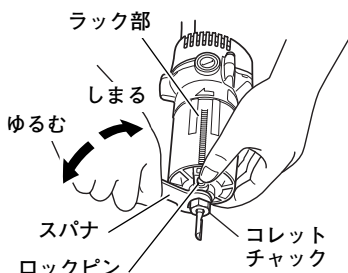

図 5
- (2) コレットチャック穴にビットを深く(コレットチャック端面から15mm以上)さし込み、ロックピンを押して、本体の回転軸を固定し、付属のスパナでコレットチャックをしっかりと締付けます。(図5)
- (3) 取りはずしたベース組を、ハウジング外周にあるラック部と、ベース組に取り付いているピニオンを合わせて本体に取付け、チョウナットを確実に締め付けてください。(図1、図5参照)